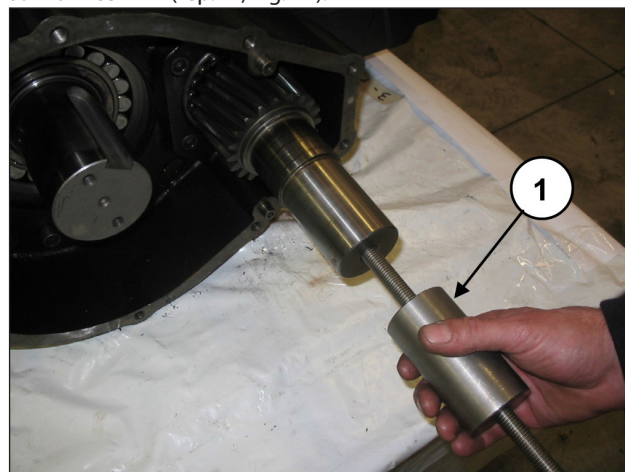

Fig. 14
Déposer le pignon à l'aide d'un chasoir à inertie à appliquer sur l'orifice M14 (rep. ①, Fig. 14).